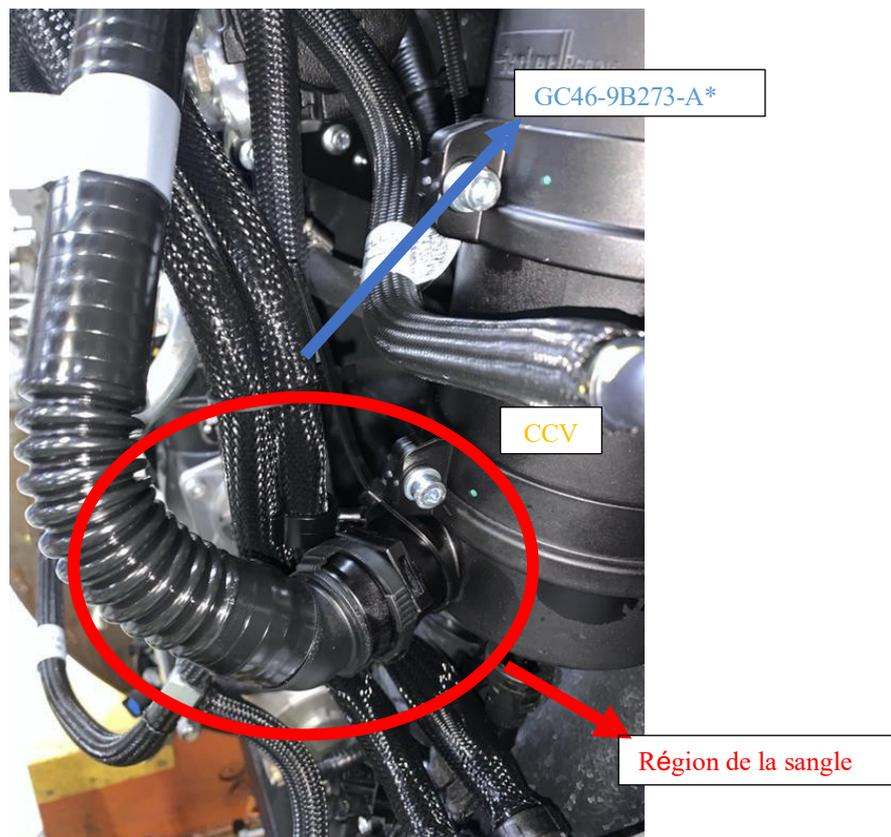

Figure 7 : Région de la sangle
- a) Tout d'abord, il faut couper un morceau de gaine de 15 cm de long. Ensuite, il doit être enroulé autour du GC46-9C520-AF au niveau de la section correspondant au CVC. La représentation visuelle est fournie à la figure 7.